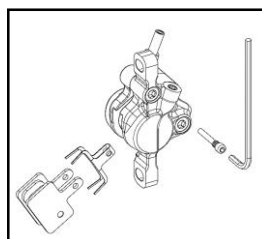

Figura I-2 Montaggio della pinza
- Tirare il cappuccio dal bullone dei pattini dei freni – prestare attenzione a non perdere questo pezzo **(Figura I-2)**